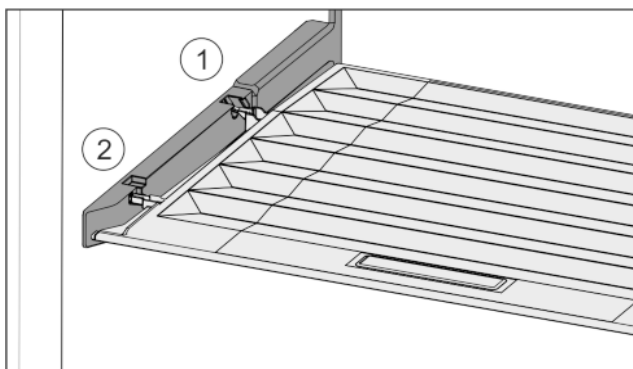

Fig. 34
- ▶ Ramiona pokrywy wprowadzić ponad otworem tylnego uchwyty Fig. 34 (1) i zażębić z przodu w uchwycie Fig. 34 (2).